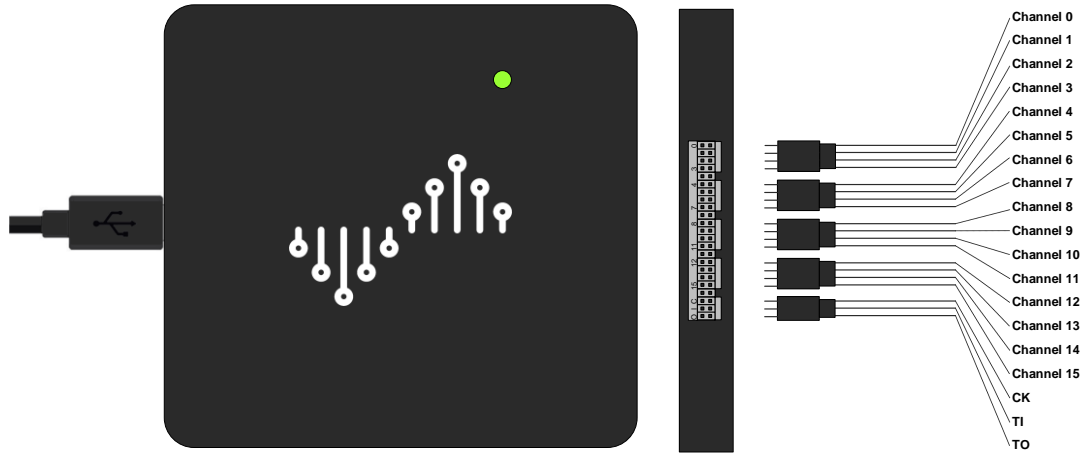

图 2-3
3) 连接排线至逻辑分析仪的采样端口，图 2-3 显示了排线和通道的对应关系。对于增强版设备，每个通道为屏蔽线，末端分为信号和地两个端口；对于基础版设备，每 4 个通道配一个地线（黑色），彩色线顺序对应 0-15 这 16 个通道。除此之外，排线还有 CK, TI 和 TO 信号，一般情况都不需要连接。其中 CK 通道为状态采样的时钟输入，可以把外部时钟作为采样时钟，TI 为外部触发信号的输入，TO 为触发信号的输出，会在采样过程中触发条件满足时输出脉冲。